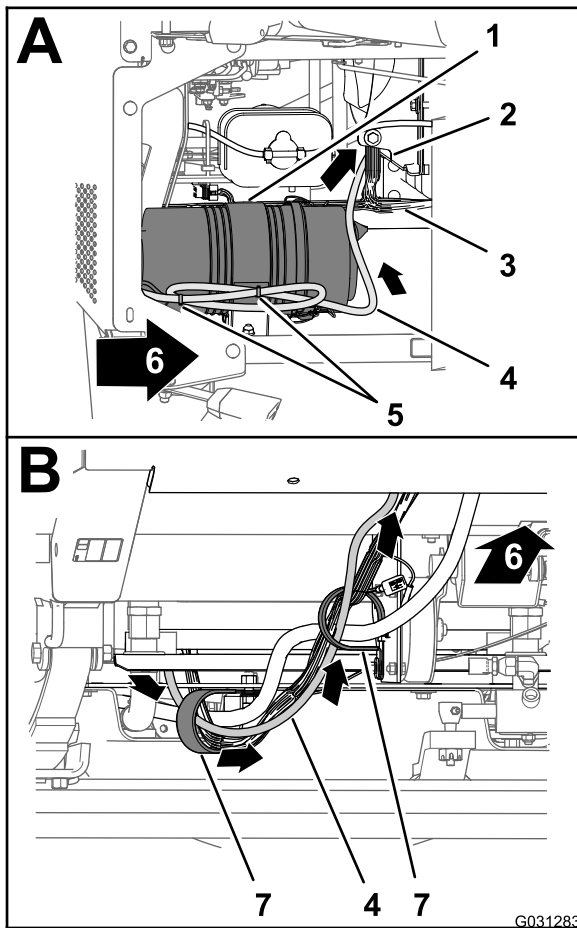

Figure 166
1. Sur le côté droit du compartiment moteur, acheminez la branche de 220 cm du faisceau de données vers l'avant du filtre à air du moteur et vers le bas en direction du coin inférieur droit du radiateur (Figure 166).
2. Acheminez la branche de 220 cm du faisceau de données vers l'avant et à travers les 2 colliers en R au bas de la machine (Figure 166).